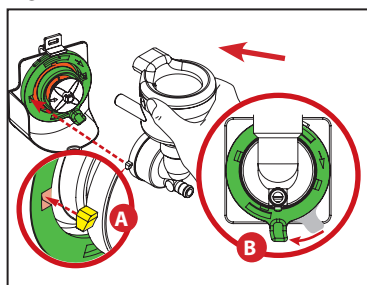

Fig. 4
3. Drej monteringspladen med uret, indtil hullerne i blanderen befinder sig ud for positionerne svarende til kl. 3 og kl. 9. Indstil styrekroge på blandeskålen, og før dem igennem pladen og ind i korpus (A). Til slut skal blandeskålen låses fast ved at dreje monteringspladen med uret, indtil den holder helt op med at dreje, og tappen er i låst position (B). (Se fig. 4)